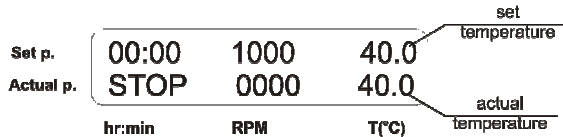

Abb. 4 Steuerung im Betriebsmodus
- 5.8. Angenommen, die Anzeige des unabhängigen Sensors zeigt 39 °C an, die auf dem Display angezeigte tatsächliche Temperatur beträgt jedoch 40 °C (Abb. 4). Dann muss eine 1 °C-Korrektur hinzugefügt werden.